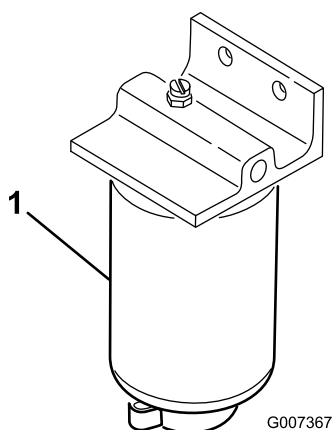

Figura 58
1. Coloque un recipiente limpio debajo del filtro de combustible (Figura 58).